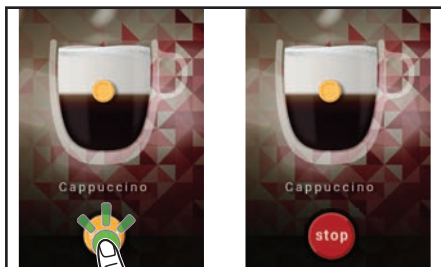

Fig. 4.7 - START og STOP drikkevarerelevering
4. Tryk på knappen START-drikkevarerelevering på berøringsskærmen (fig. 4.7).
- Tryk på knappen STOP-drikkevarerelevering på berøringsskærmen, hvis du vil afbryde drikkeafgivelsen (fig. 4.7)